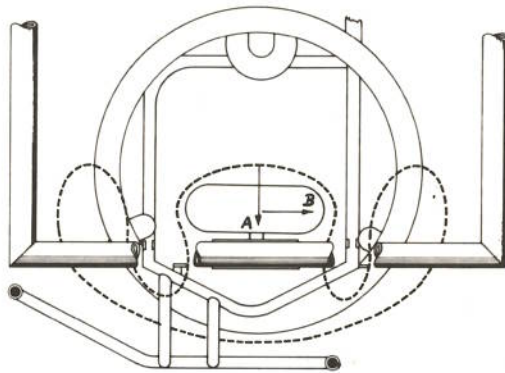

Abb. 14
- Der Gummigurt kann nun nach Abb. 14 abgelegt werden.